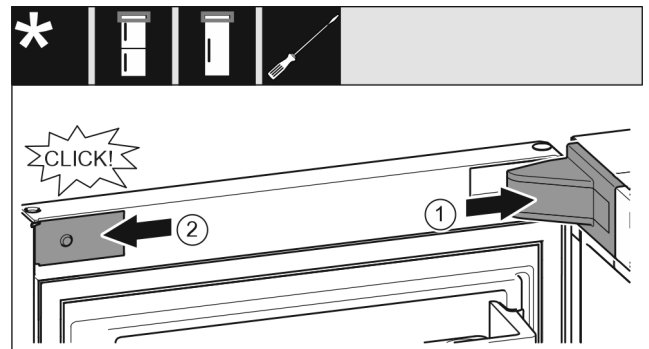

Fig. 20
- ▶ Aseta laakeripukin suojus paikoilleen, anna sen lukittua ja paina osia tarvittaessa varovasti erilleen toisistaan. Fig. 20 (1)
- ▶ Aseta paneeli sivuttain kohdalleen ja lukitse se paikoilleen. Fig. 20 (2)